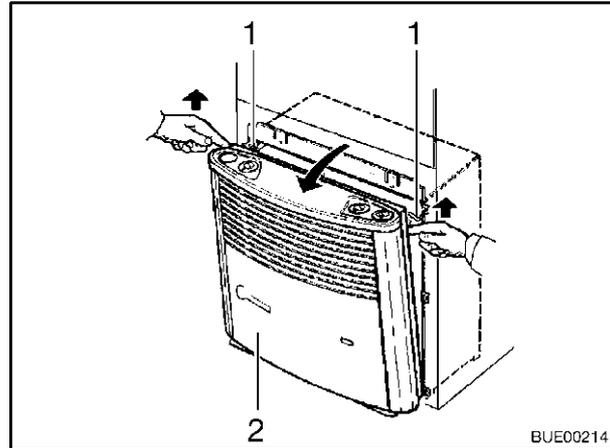

Bild 102 Heizungsverkleidung abnehmen
- Heizungsverkleidung (Bild 102,2) abnehmen. Dazu die Verkleidung oben nach vorn ziehen, Haltefedern (Bild 102,1) seitlich hochdrücken und Verkleidung nach vorn klappen.